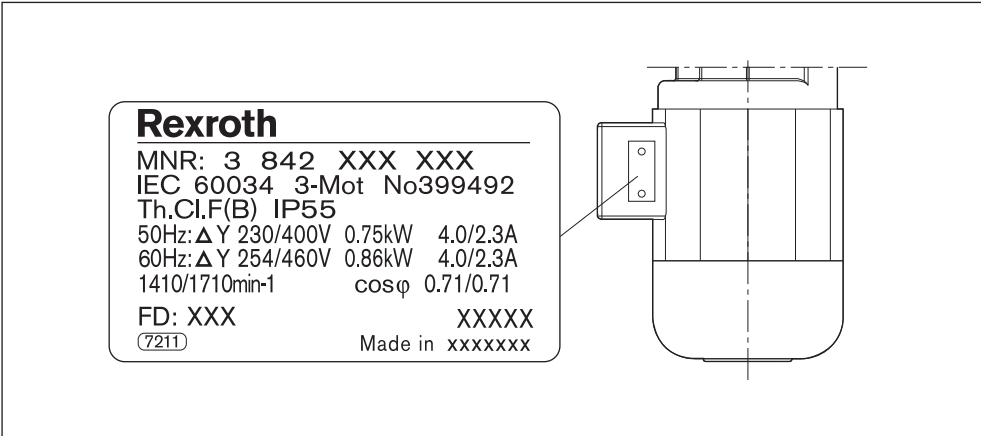

Fig. 9: Placa de características (ejemplo)
- Tenga en cuenta los valores de conexión eléctrica que figuran en la placa de características del motor; véase Fig. 9 en la página 21.